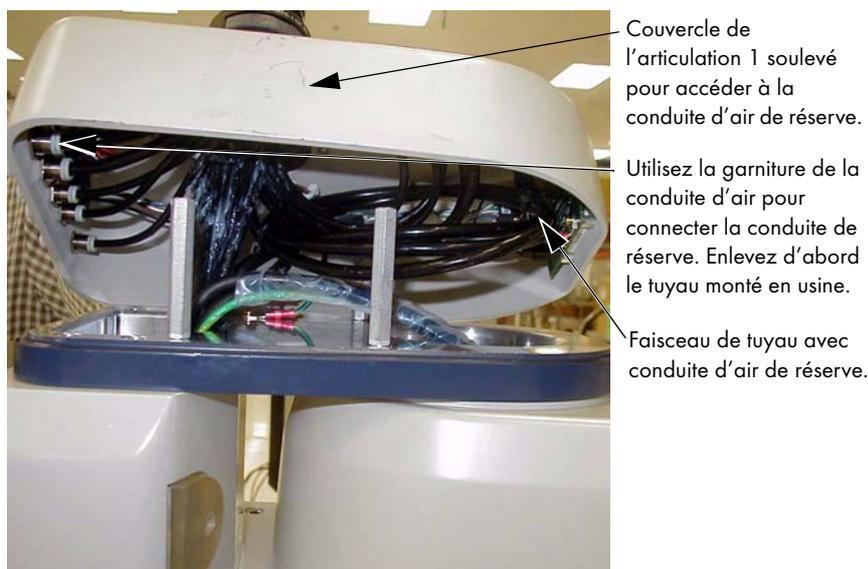

Figure 5.12 : connexion de la conduite d'air de réserve au connecteur utilisateur
12. Enlevez les quatre vis du couvercle de l'articulation 1 et soulevez le couvercle pour accéder au tuyau sous le couvercle. Pour plus d'informations, voir la **figure 5.12**.
13. Déconnexion du tuyau de la garniture de la conduite d'air utilisateur de 6 mm illustrée à la **figure 5.12**. Écartez le tuyau et fixez les attaches autobloquantes.